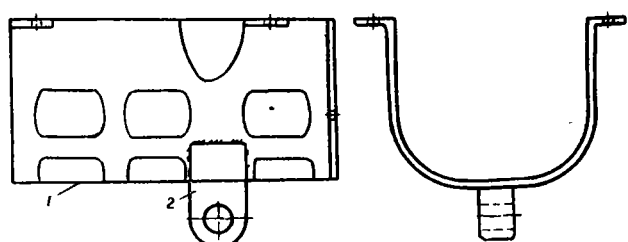

图5 护罩
14) 改用直径108毫米，厚度3毫米的套管为材料制成的护罩，如图5在护罩下方(机器的)重心点处)焊上一块联接片，利用它把机器固定在支架上。安装时对准销孔，插上销子，只需数秒钟即可安好，拆卸快捷，使用起来很灵活。机器的给进(升降)是靠转动手轮来进行的。打各种不同高度炮眼时，可以调节内管，内管有导向槽，伸缩时其孔能自动地对准销钉，不需再靠人去找孔对正，调正方便、省时、可靠。支架的长度，最高可打2米以内炮眼，最低可打0.7米的炮眼。除打底炮需卸去支架放在木板上打眼外，其余炮眼均可使用支架。操作简便，一般只需要二个人，一个人掌握机器手柄，一个人转动手轮给进。如操作熟练，打硬岩时一个人即可进行。